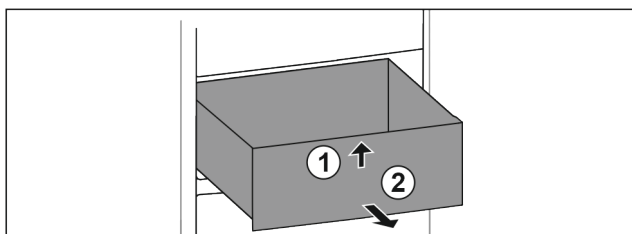

Fig. 70
- ▶ Nadvihnite zásuvku vpredu. Fig. 70 (1)
- ▶ Odoberte zásuvku dopredu. Fig. 70 (2)